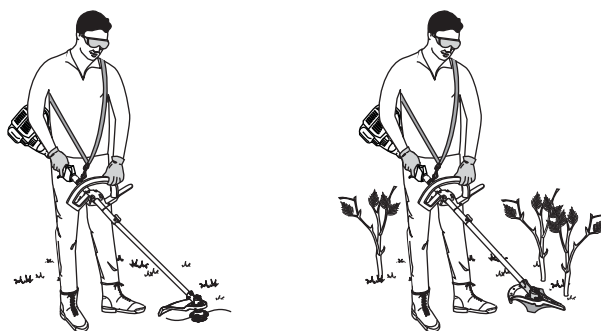

Fig. 13
- Placez-vous en position d'utilisation (Fig. 13). Tenez-vous bien droit. Ne vous penchez pas.